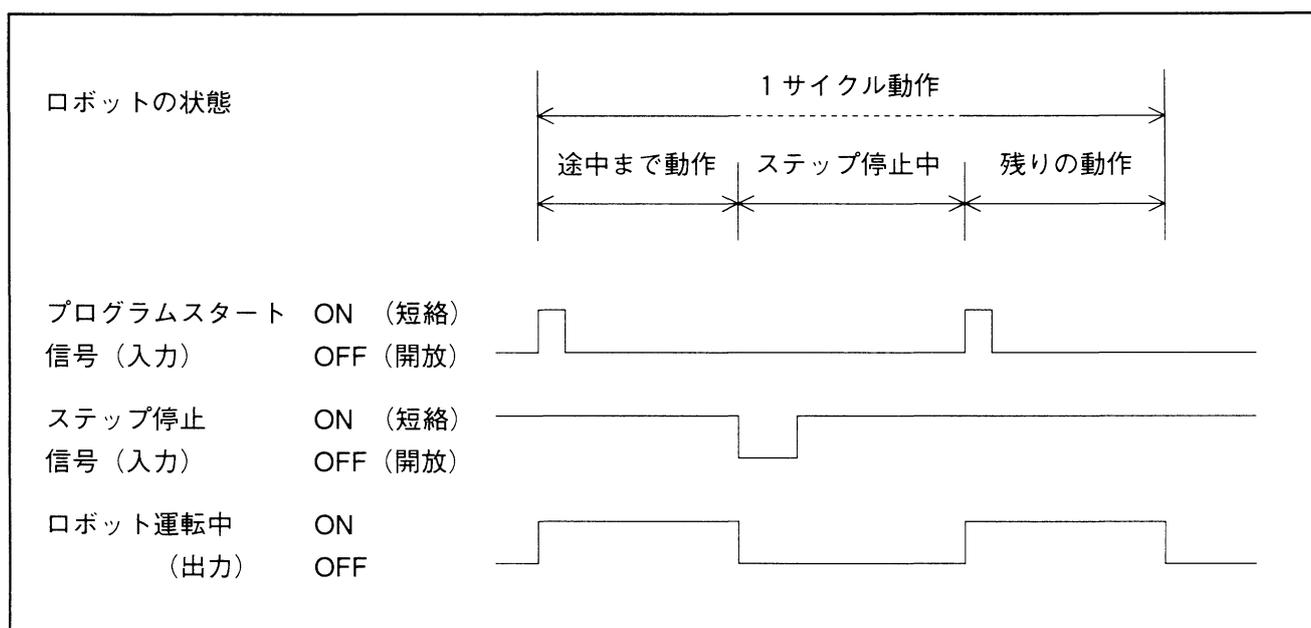

図5-36 ステップ停止信号
- ①この信号がON（短絡）→OFF（開放）されると、ロボットは現在実行中のステップを終了した時点で停止し、ロボット運転中出力をOFFします。しかし自動モード、外部モードは維持されており、プログラムスタート信号の入力でプログラムの続きを実行します。図5-36をご参照ください。
- ②プログラムスタート信号入力時にこの信号をOFF（開放）しておく、と、ステップ毎に停止します。
- ③オペレーティングパネルまたはティーチングペンダントによる内部運転の場合は、この信号がON（短絡）→OFF（開放）されたときに限り有効です。
- ④ステップ停止後の再起動方法はP5-31の「3.4.4 プログラムスタート」をご参照ください。